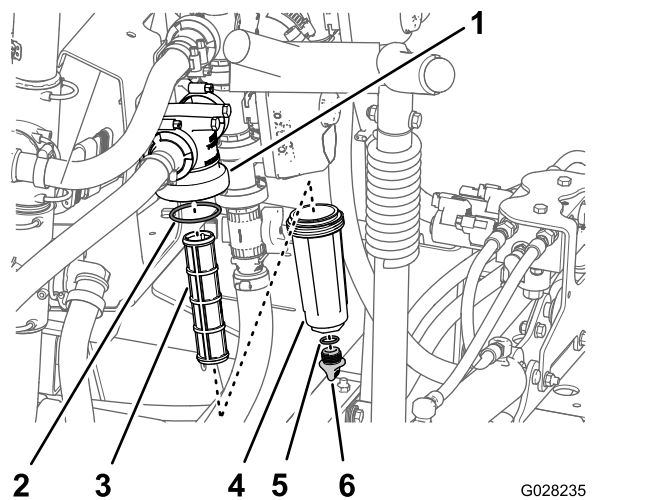

Figura 109
2. Amplasați o tavă de golire sub filtrul de presiune (Figura 109).
3. Rotiți bușonul de golire în sens invers acelor de ceasornic și îndepărtați-l de la vasul filtrului de presiune (Figura 109).
4. Rotiți vasul în sens invers acelor de ceasornic și îndepărtați-l de la capul filtrului (Figura 109).
5. Îndepărtați elementul de filtrare al vechiului filtru de presiune (Figura 109).
6. Verificați dacă există deteriorări și uzură la nivelul inelului de etanșare pentru bușonul de golire (situat în interiorul vasului) și al inelului de etanșare pentru vas (situat în interiorul capului filtrului) (Figura 109).
7. Montați un nou element de filtrare pentru filtrul de presiune pe capul filtrului (Figura 109).
8. Montați vasul pe capul filtrului și strângeți-l manual (Figura 109).
9. Montați bușonul la vas și strângeți-l manual (Figura 109).